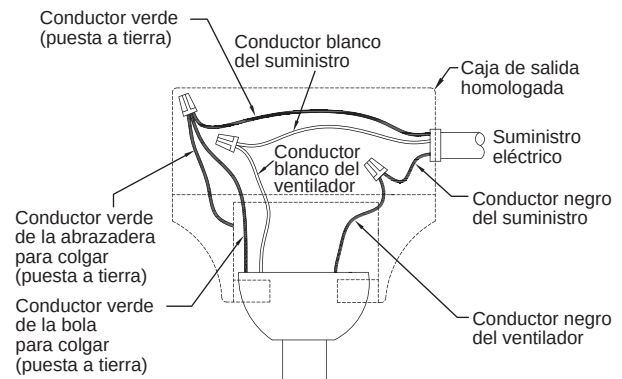

Figura 12
- ☐ 1. Conecte el conductor verde con conexión a tierra de la bola para colgar y el conductor verde con conexión a tierra de la abrazadera para colgar al conductor de suministro con conexión a tierra (posiblemente un conductor desnudo o un cable con aislante verde). Conecte los cables a los conectores provistos de forma segura. Conecte el conductor blanco del motor del ventilador al conductor blanco (neutro) mediante el conector provisto de forma segura. Conecte el conductor negro del motor del ventilador y el conector azul al conducto negro mediante el conector provisto de forma segura. (Figura. 12)